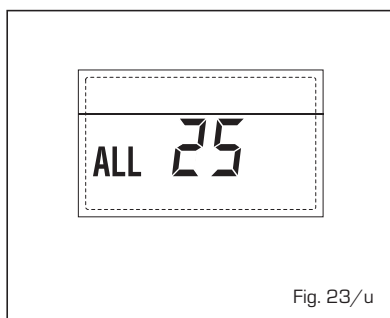

Fig. 23/u
- **ANOMALÍA AVERÍA SONDA SOLAR S3 "ALL 26"** (fig. 23/v)